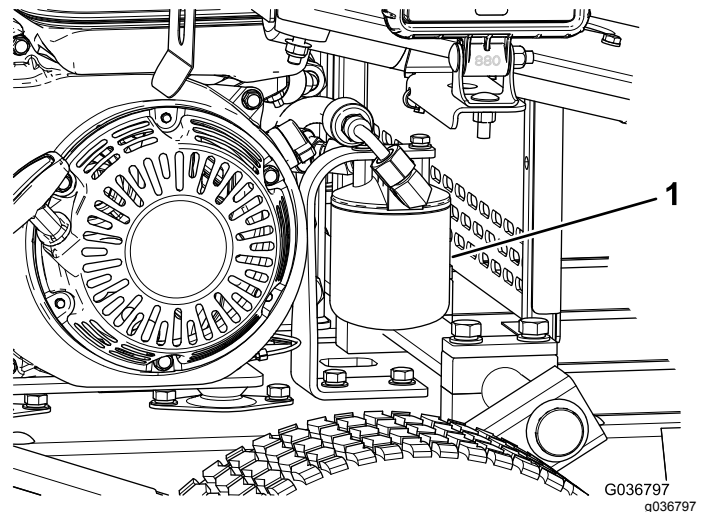

Figura 36
5. Coloque un recipiente debajo del filtro y retire el filtro (Figura 36).